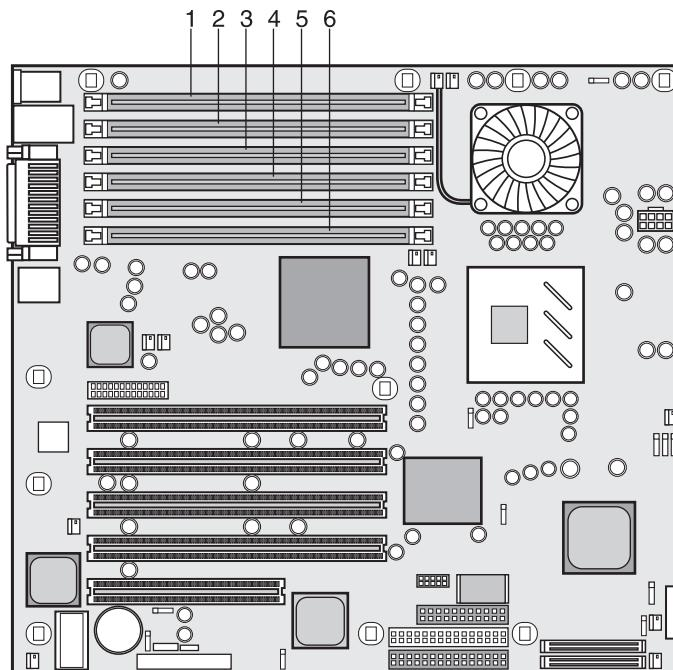

Figura 2-11: Ubicaciones de los módulos DIMM en la placa del sistema
- Seleccione una ranura DIMM para el módulo DIMM deseado. Consulte la figura 2-11.